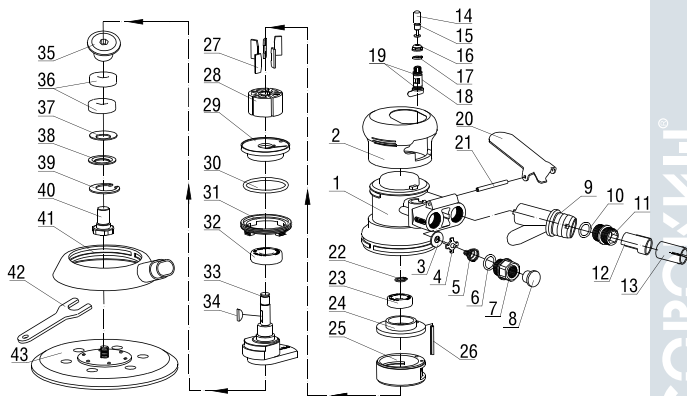
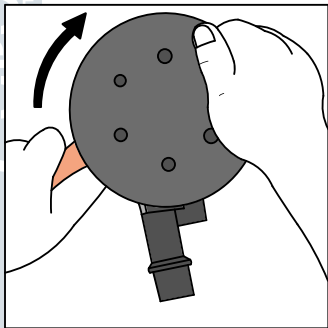
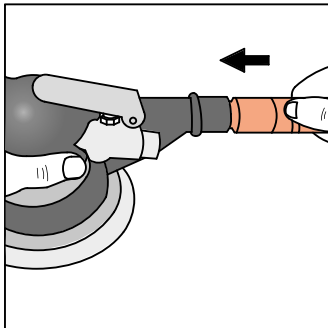

Рисунок 1 – Детализовка
Рисунок 3 – Затяжка шлифовального диска
Рисунок 4 – Подключение вытяжки
2. Затяните держатель подшипника вручную в направлении по часовой стрелке, если смотреть на шлифовальный диск (поз. 43 рис. 1) сверху, удерживая диск и поворачивая ключ в его плоскости, как показано на рис. 3.
4. Подключите патрубок выходной (поз. 12 рис. 1) к системе вытяжки. Проверьте герметичность соединения (рис. 4).